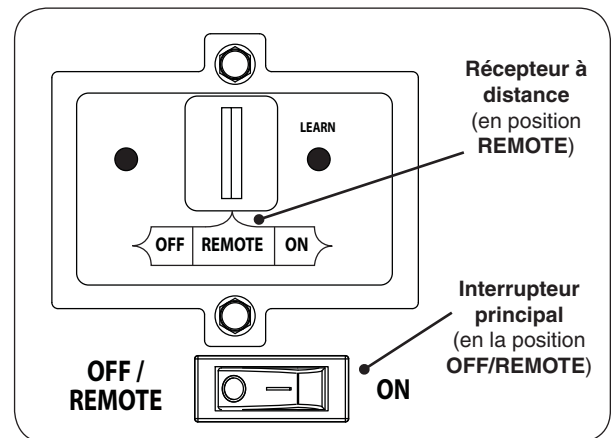

Fig. 28-1 Contrôle détail du panneau
1. Vérifiez que l'interrupteur principal est en position **OFF/REMOTE** (éteindre/éloigné) (voir Fig. 28-1).
2. Repérez l'interrupteur à 3 positions sur le récepteur de télécommande (voir Fig. 28-1), Et faites glisser l'interrupteur à la position **REMOTE**(éloigné).